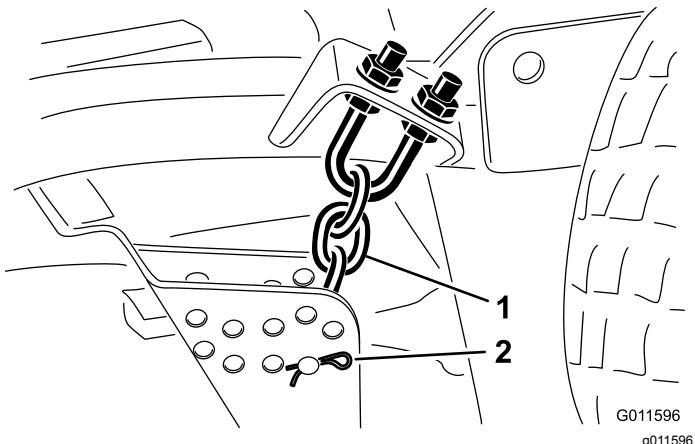

Figura 21
- Retire o perno de gancho e pino de segurança que fixam as correntes da altura de corte à traseira da plataforma do cortador (Figura 21).